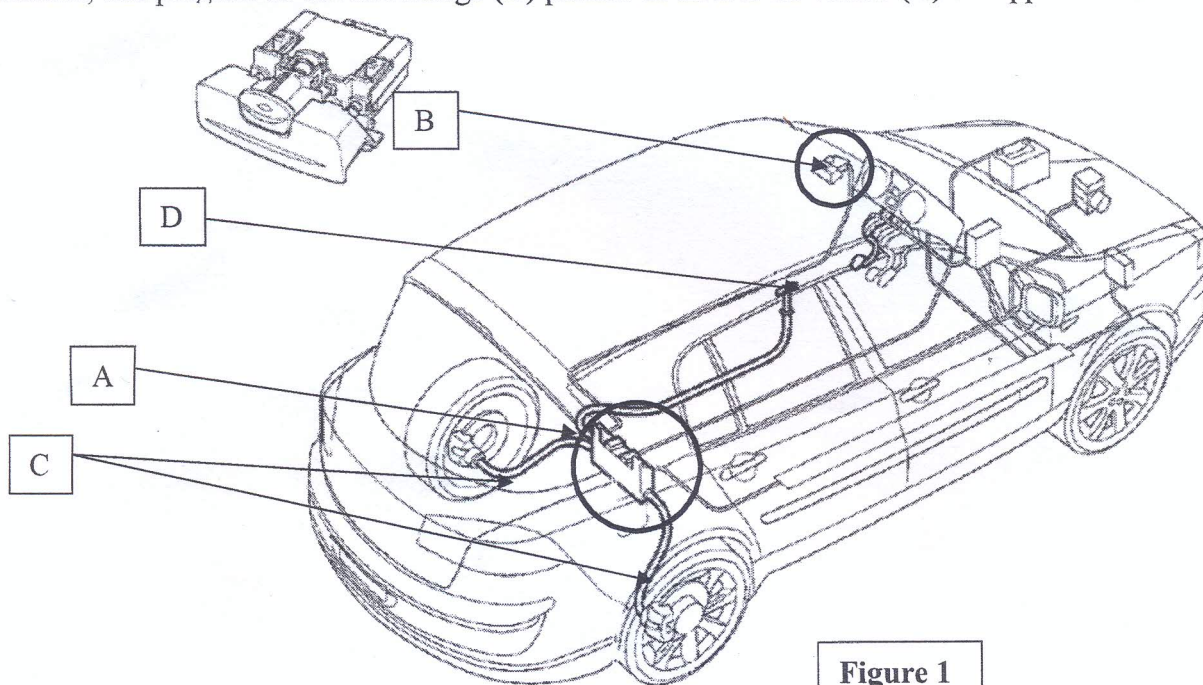

Figure 1
2. Principe de fonctionnement : (Figure 1, figure 2 et dessin d'ensemble sur le document 4/4).